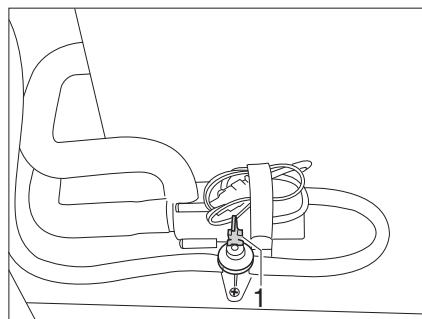

Fig. 225 Robinet de vidange
- Fermer tous les robinets de vidange. Placer le levier à bascule (Fig. 225,1) en position horizontale.